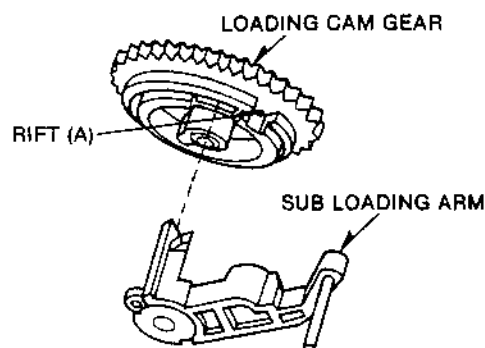

Fig.4-5
- Das Einfädelnockenfahrads Pos. 142(2) so montieren, daß das Ende des unteren Einfädelarms Pos. 39(1) in die Aussparung (A) des Einfädelnockenfahrads kommt, siehe Fig. 4-5.